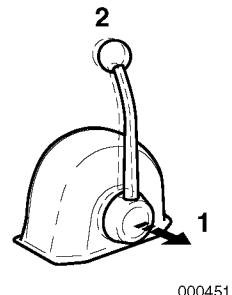

Figura 15
Cuando se retira la manivela (Figura 15, (1)), la velocidad del motor puede ser controlada sin activar el inversor reductor marino. El inversor reductor marino permanece en PUNTO MUERTO, sin posición de carga. Gire el pomo (Figura 15, (2)) en sentido contrario al de las manecillas del reloj para mover la manivela o en el sentido de las manecillas del reloj para bloquear la misma.